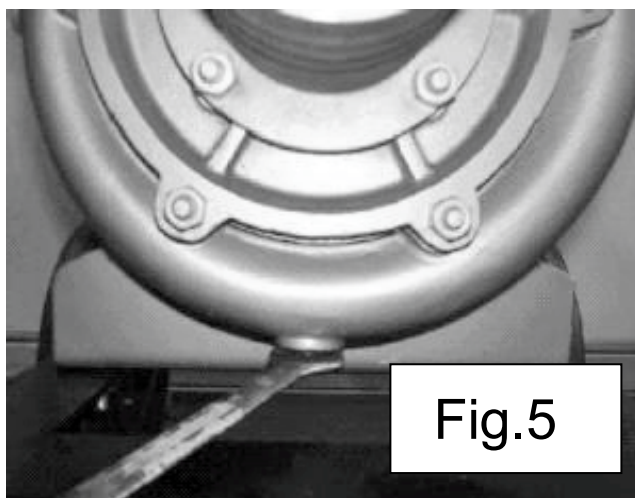

Fig.5
4. În timpul iernii, goliți apa din carcasa pompei. Apa înghețată și poate deteriora corpul pompei (Fig.5).